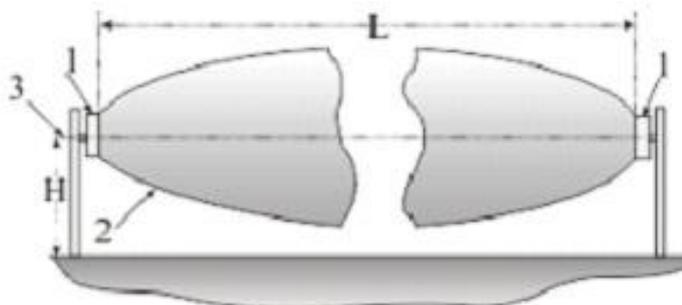

Рис. 4.1
4.1.6 При наклонной ориентации блоков, ЗО «2» (рис. 4.1) имеет форму, усеченного поверхностью земли, эллипсоида вращения. При приближении к БПРД (БПРМ) ЗО «отрывается» от земли и, при необходимости обнаружения низко движущегося («на корточках») нарушителя, необходимо прикрыть образовавшиеся «проходы» с помощью смежных ЗО, как показано на рис. 4.3, 4.4 (вид сверху) и 4.5 (вид сбоку).